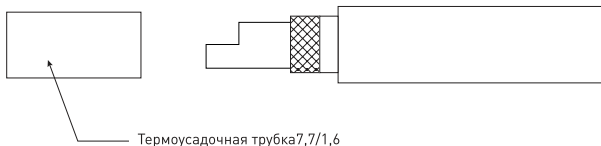

Рис. 9 - Нанесение первого слоя изоляции
5.7.1 Надеть до оболочки кабеля термоусадочную трубку 7,7/1,6 длиной 20 мм — см. рисунок 9.